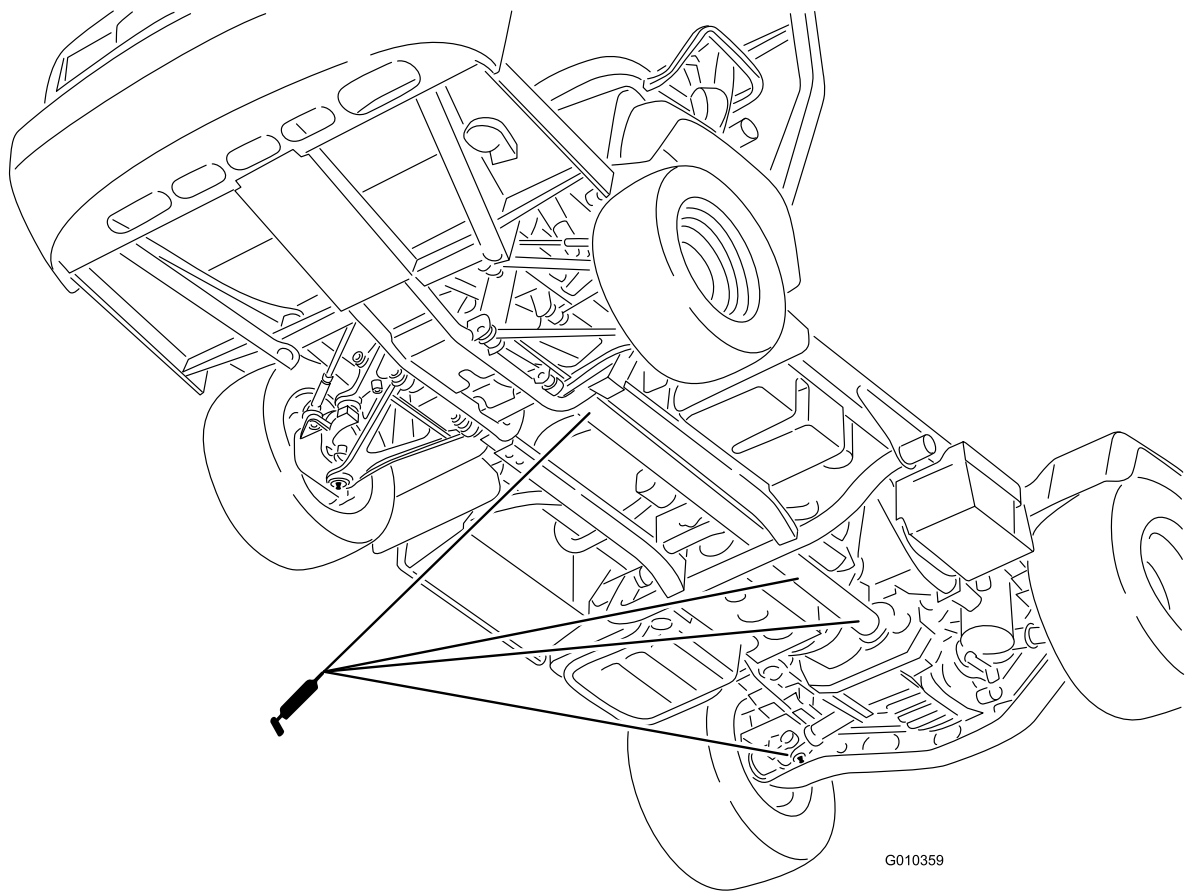

Bild 32
- U-Gelenk (18), siehe Bild 32
- Vierradantriebswelle (3), siehe Bild 32